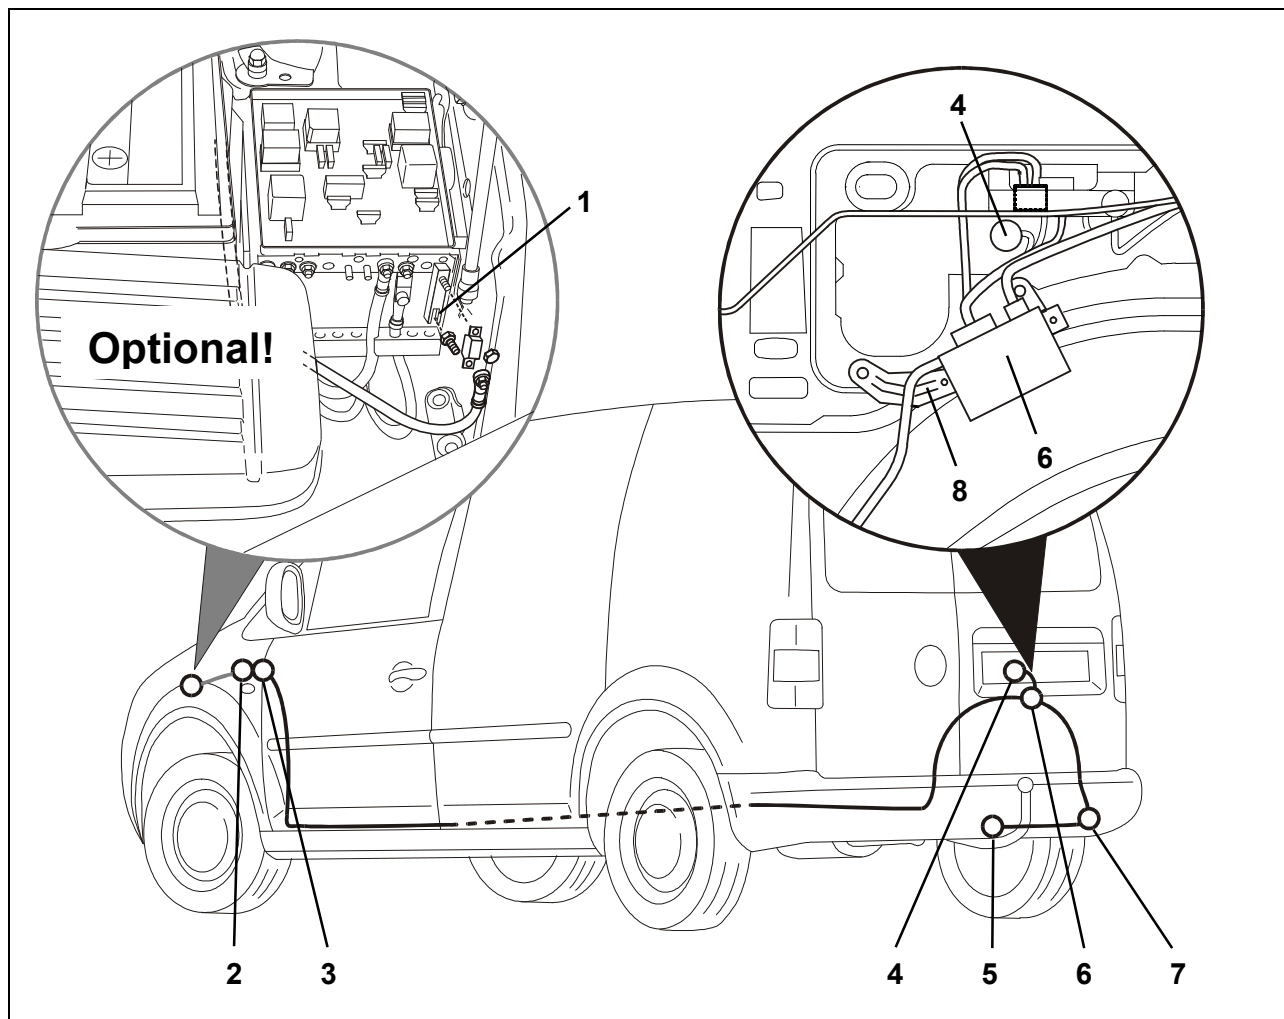

Fig. 1 - Schema di montaggio
3. Rimuovere la copertura del foro da 40 mm posteriore destra del veicolo nella lamiera laterale (fig. 1/7).
4. Con la vite M6 fornita in dotazione, fissare il modulo di collegamento rimorchio (fig. 1/6) alla lamiera di supporto fornita in dotazione (fig. 1/8).
5. Con i dadi a scatto e le viti forniti in dotazione, fissare quest'unità sul punto previsto posteriore a destra del veicolo (fig. 1/8).
6. Far passare dall'esterno il terminale del cavo con lo spinotto a 16 poli del fascio di cavi della presa e l'occhiello attraverso il passacavi e portarlo all'interno fino al modulo di collegamento rimorchio (fig. 1/6).
7. Infilare la bussola di gomma nel foro di passaggio cavi (fig. 1/7).
10. Fissare la presa al supporto (fig. 1/5) mediante le viti fornite in dotazione e fissare il fascio cavi lungo la AHV.
11. Inserire e bloccare in posizione il corpo della spina a 16 poli nel relativo connettore del modulo di collegamento rimorchio (fig. 1/6).
12. Inserire e bloccare in posizione il corpo della spina a 12 poli del fascio cavi ad 8 conduttori nel relativo connettore del modulo di collegamento rimorchio (fig. 1/6).
14. Collegare i cavi marroni corredati degli occhielli alla massa del veicolo (fig. 1/4).
15. Posare il fascio cavi restante lungo i fasci cavi / canali del veicolo a destra fino alla lamiera batticalcagno tra i montanti B e C. Qui attraversare verso sinistra ed installare fino alla zona della centralina di comando della rete di bordo anteriore sinistra (fig. 1/2).